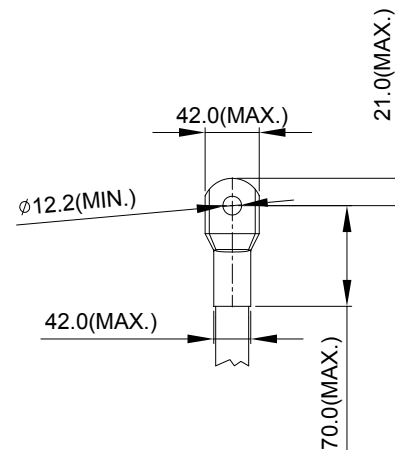

Рис. 3
5. На рис. 3 и Рис. 4 дана спецификация термоусадочной трубки в соответствие с UL (600С, YDPU2).